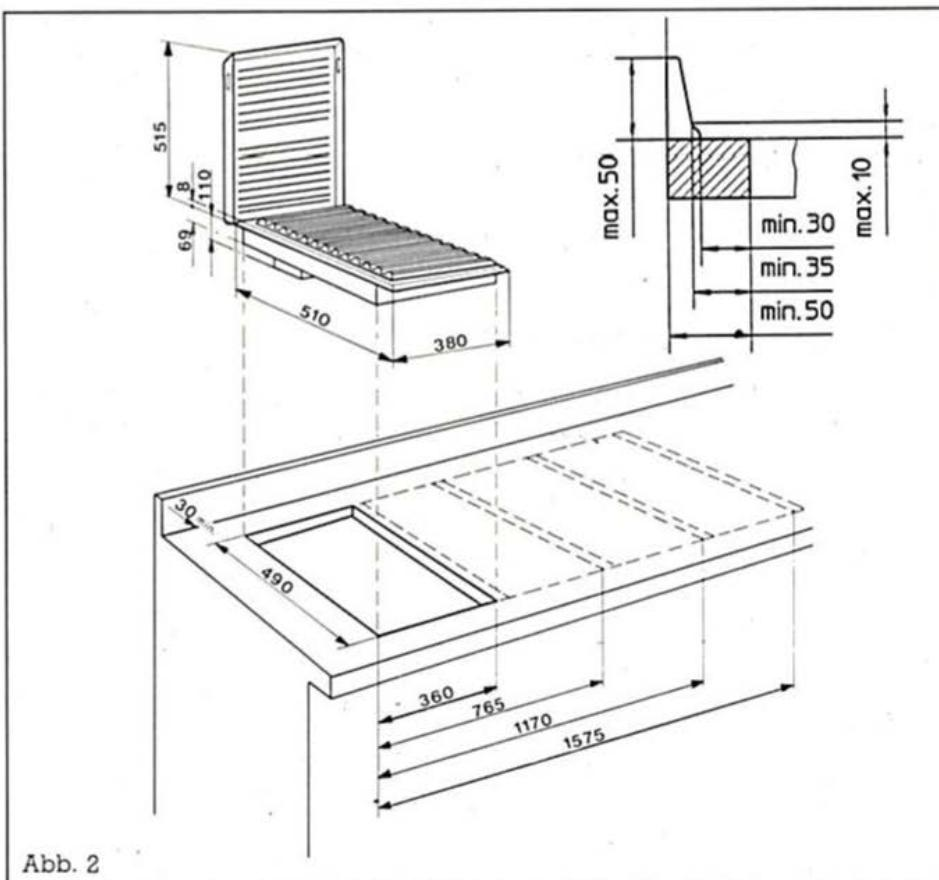

Abb. 2
2. Den Arbeitsplattenausschnitt gemäß Bild 2 ausführen. Die Maße für mehrere Geräte enthalten bereits den Platzbedarf für die Verbindungsleiste. Die Geräte können auch in Einzelausschnitte